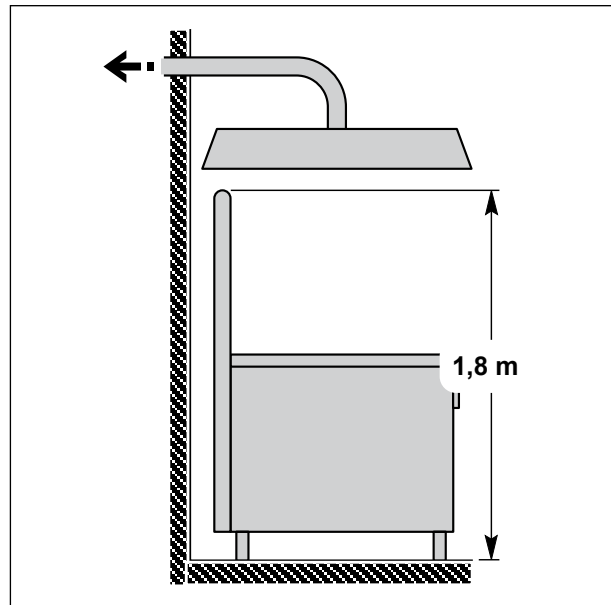

Abb. 23 Rauchabzug durch Abzugshaube
- Der Endteil der Geräteabzugsleitung muss sich etwa **1,8 m** von der Abstützfläche des Geräts befinden; die Mündung der Abzugsleitung der Verbrennungsprodukte muss sich genau unter der Haubenbasis befinden (siehe *Abb. 23 Rauchabzug durch Abzugshaube*).